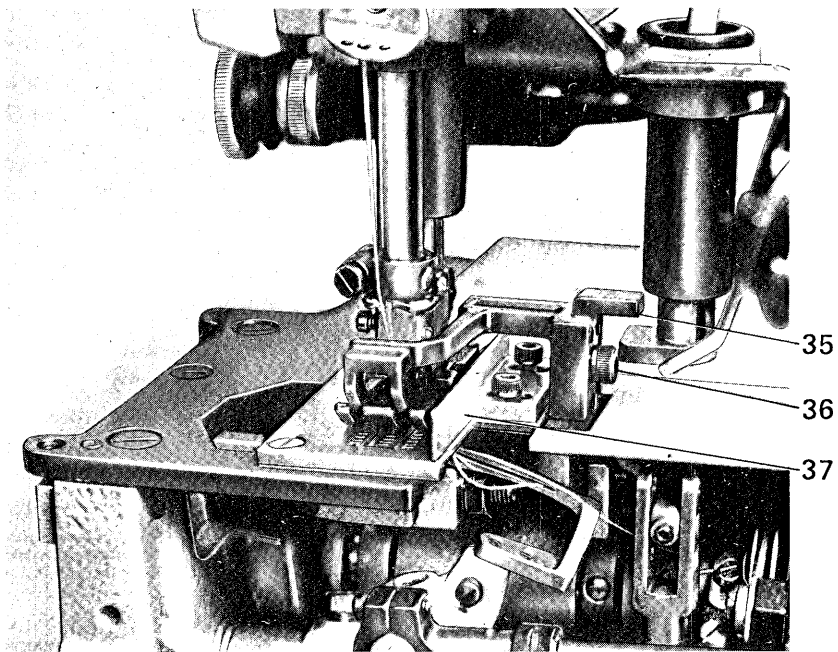
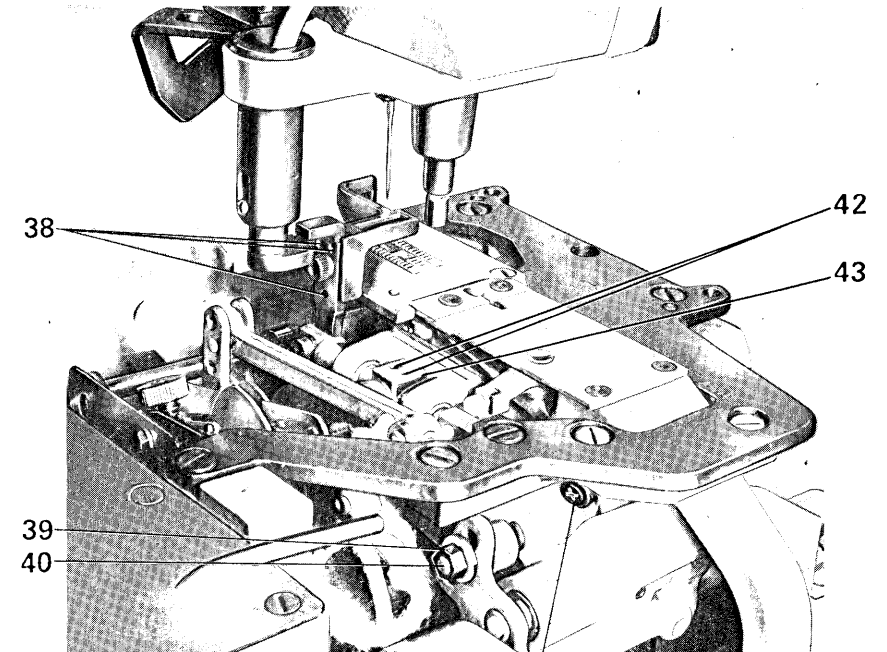
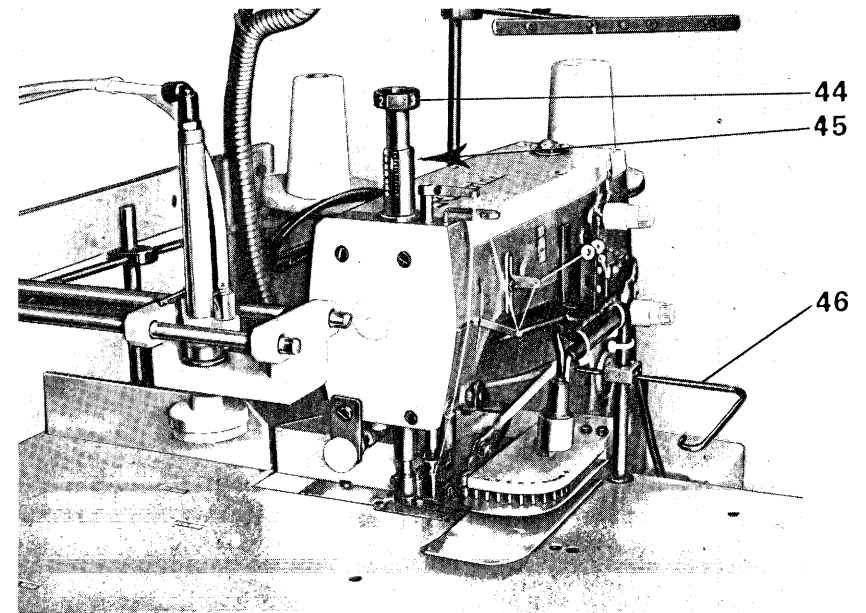
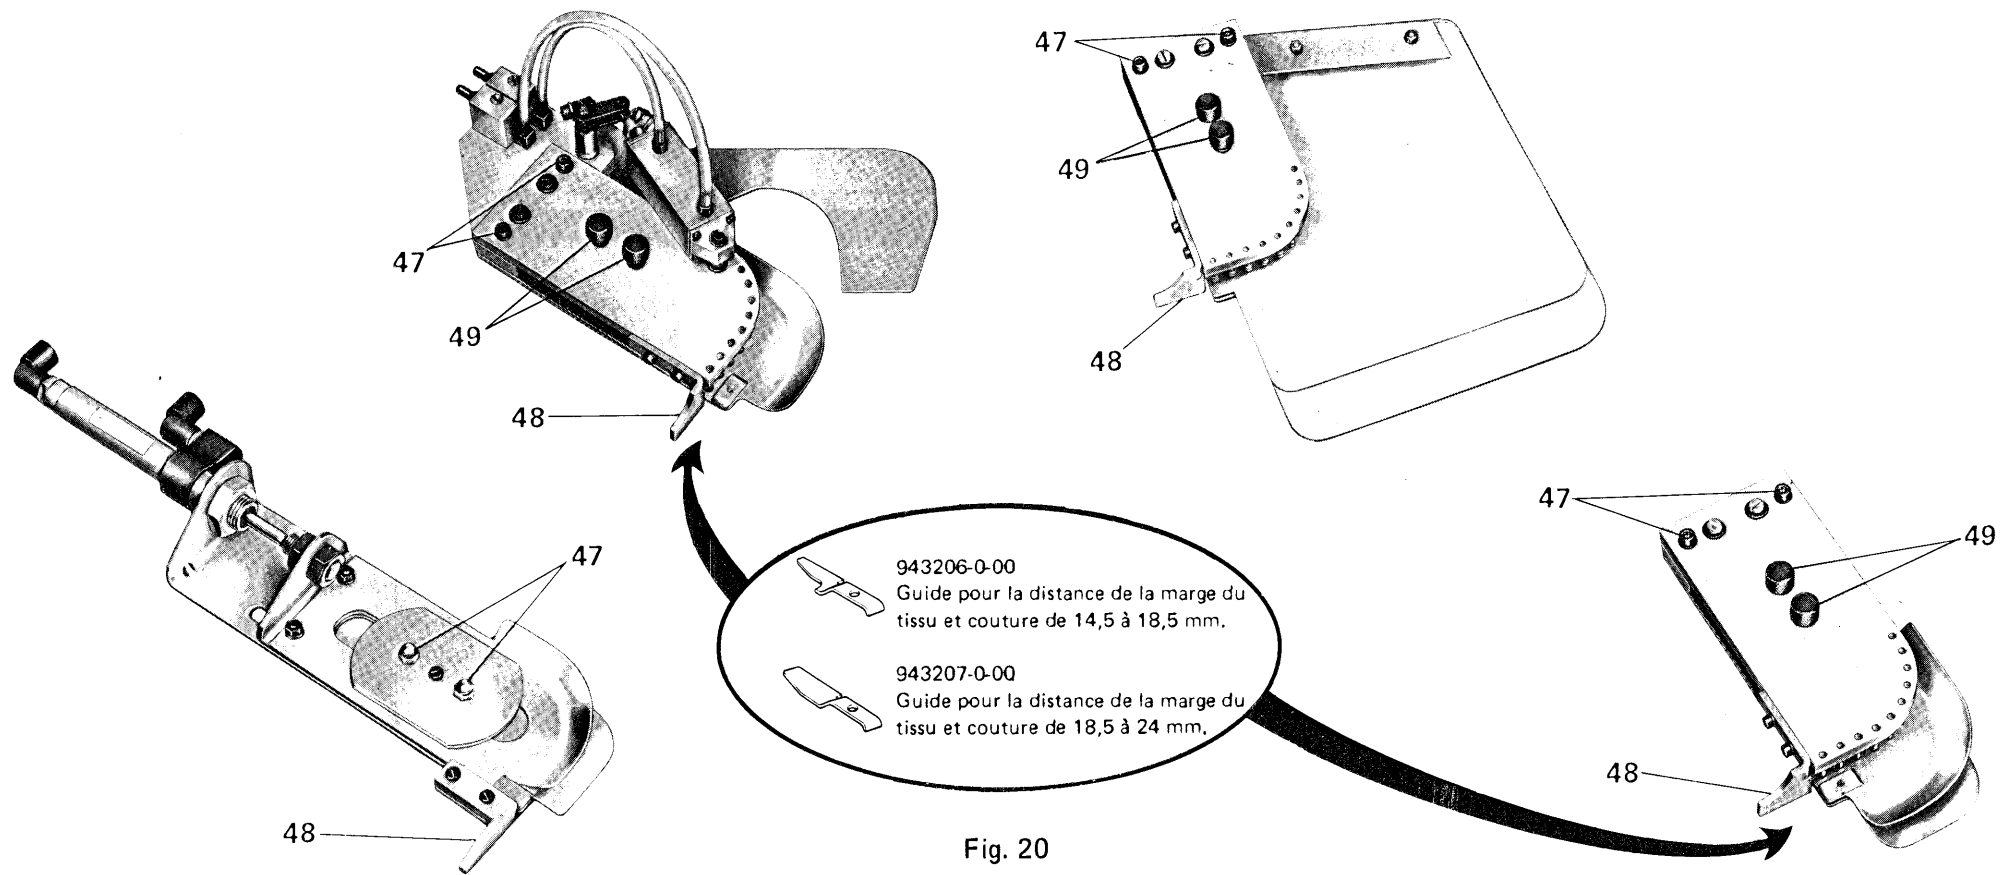

Fig. 17
Fig. 18
Fig. 19
Fig. 20
Monter la griffe sur le bras porte-griffe (35 fig.17) sans bloquer à fond la vis (36 fig.17).
Après avoir établi la longueur de point demandée, positionner en haut le pivot à vis (40 fig.18) et déplacer le bloc (43 fig.18) en le positionnant de façon à éviter que la griffe supérieure, à la fin de sa course, touche le pied-presseur.
Bloquer les deux vis (42 fig.18) en ayant soin de tenir les dents de la griffe en position horizontale.
Desserrer la vis (36 fig.17) et au moyen de trois petites vis (38 fig.18) centrer
Régler la position en hauteur de façon à ce qu'entre les dents des deux griffes il n'y ait aucune interférence et bloquer la vis (36 fig.17). Contrôler qu'avec la griffe en position de transport les dents de celle-ci soient à une distance de 0,1–0,2 mm.
Pour régler la tension de la griffe supérieure, agir sur la vis à tête hexagonale (41 fig.18).
La course de la griffe supérieure peut être différenciée par rapport à la course de la griffe inférieure. Pour le réglage de la course, il faut d'abord positionner l'index du dispositif de réglage de la pression du pied-presseur (45 fig.19) entre 1,5 et 2 et desserrer l'écrou (39 fig.18) qui bloque le pivot à vis (40 fig.18) et déplacer le pivot à vis vers le haut pour augmenter la course de la griffe supérieure et vers le bas pour la diminuer. Le réglage optimal est obtenu
Normalement les petites corrections à apporter pour avoir un transport des parties aligné s'effectuent en agissant sur la pression de pied-presseur. Dans ce but, sur la barre du pied-presseur est monté un dispositif à vis micrométrique (45 fig.19) doté d'un index de lecture qui indique la pression exercée sur le pied-presseur.
- Il faut augmenter la pression du pied-presseur en faisant tourner le pommeau (44 fig.19) en sens horaire
- Il faut diminuer la pression du pied-presseur en faisant tourner le pommeau (44 fig.19) en sens anti-horaire.
Les guides avec réglage des passages des parties à assembler sont dotés de deux pommeaux de réglage (49 fig.20).
Tous les types de guides qu'ils soient fixes ou mobiles peuvent être réglés de façon à obtenir la distance demandée entre le bord du tissu et la couture. Cette distance peut varier d'un minimum de 8 mm. à un maximum de 24 mm. Pour les distances comprises entre 8 et 12 mm., il faut enlever du guide à double passage à "C" le guide de butée (48 fig.20) et monter sur la plaque aiguille le guide (37 fig.17) qui sera fixé dans les trous spéciaux. Après avoir réglé la position de ces guides à la distance de couture demandée, il faudra desserrer les deux vis (47 fig.20) du guide à double passage à "C" et le déplacer de façon à aligner la butée de ce guide avec le guide monté sur la plaque aiguille.
Monter et positionner en hauteur la barre de décrochement de la pince (46 fig.19)